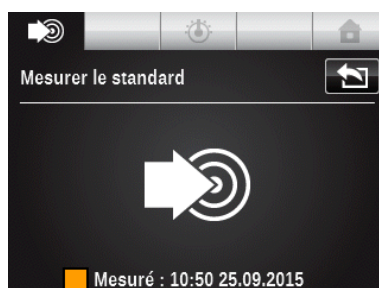

Figure 6 Ecran mesure de standard
- Effectuer une mesure de la teinte de référence (nommée standard) en sélectionnant l'icône en haut à gauche de l'écran  pour rentrer dans le menu *Mesurer le standard* (cf. Figure 6).